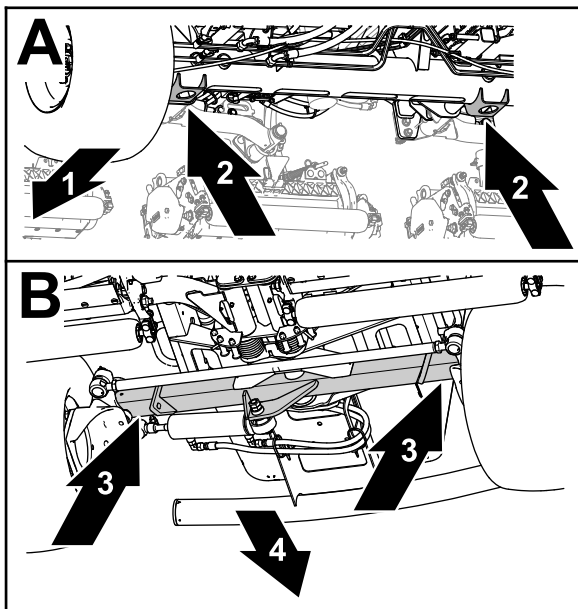

Figure 100
- Avant – supports de cric du tube d'essieu avant (Figure 100).